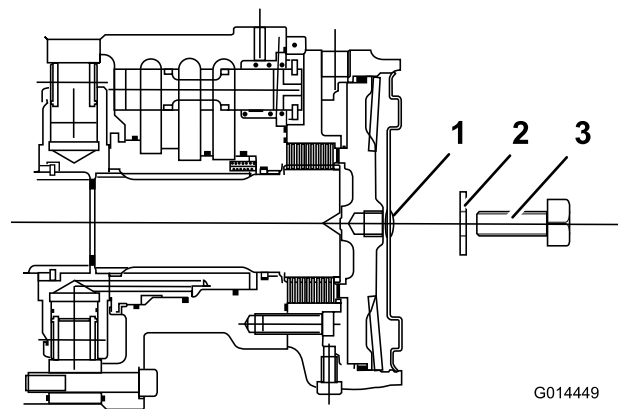

図 45
5. ねじを締め付けていくとブレーキが解除される 図 45。
6. 左前輪のホイールモータのディスクブレーキアセンブリについて、上記と同じ作業を行う 図 45。